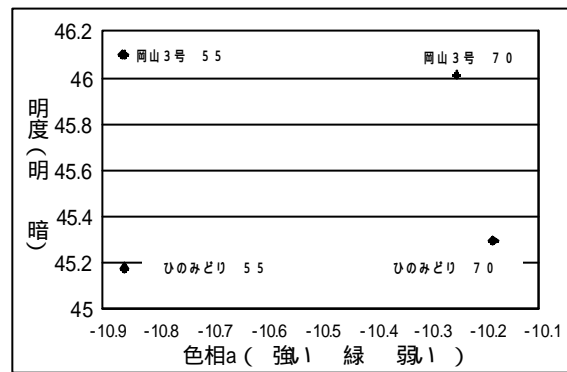

図4 乾燥温度と畳表の緑の強さ
- 4) 55で乾燥した畳表の色調は、70に比べ緑がわずかに濃くなる。(図4)